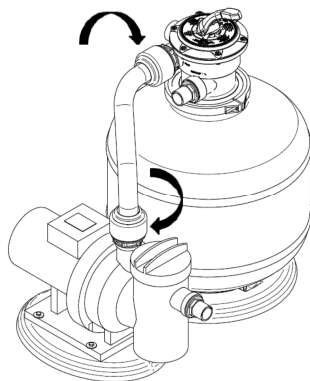

Fig. 25
5. Apretar la tuerca (Fig. 25).